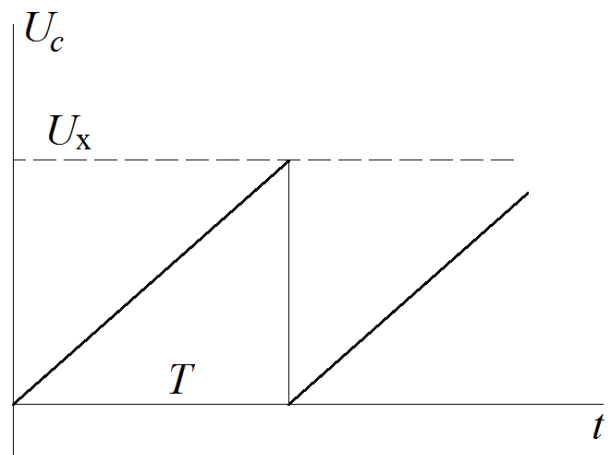

Рис. 3. Диаграммы работы схемы рис. 2
Основная идея работы АЦП прямого счёта иллюстрируется на рис. 3. Источник постоянного тока заряжает конденсатор, при этом потенциал верхней обкладки конденсатора U_c увеличивается линейно. Этот потенциал вместе со входным (измеряемым) напряжением поступают на входы компаратора напряжений. Как только U_c становится больше входного напряжения U_x , выходное напряжение компаратора изменяет своё значение с 1 на 0. Изменение
2. Собрать по одной из схем рис.3а и рис.3б источник тока, управляемый напряжением. Удостовериться, что выходной ток источника прямо пропорционален входному напряжению.